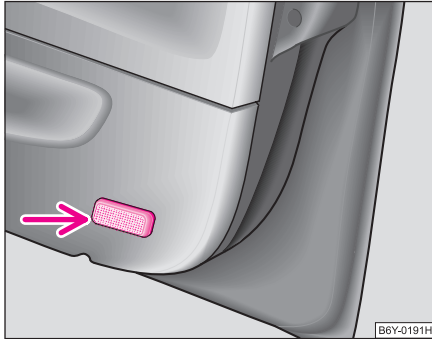

Abb. 182 Vordertürwarnleuchte ausbauen
- Messer oder Ähnliches seitlich zwischen Leuchte und Türverkleidung schieben ⇒ Abb. 182. Leuchte vorsichtig heraushebeln.